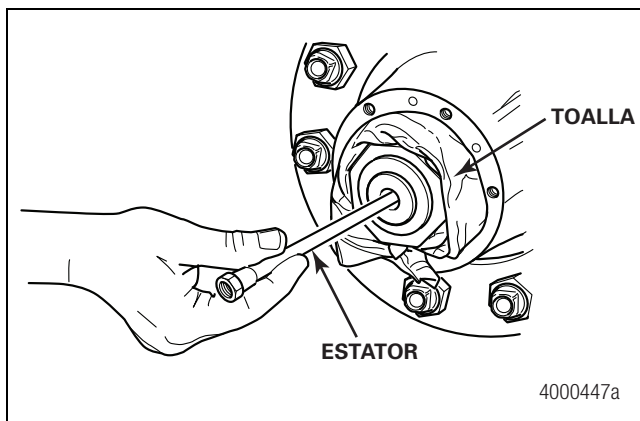

Figura 2.40
1. Enrosque y apriete a mano el estator en el agujero de la espiga. Figura 2.40.